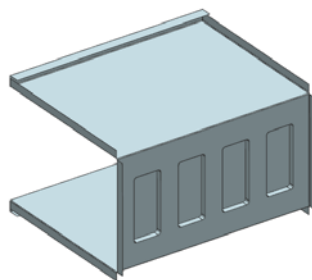

图 11-209 创建其他 3 个凹坑
(6) 同理，创建其他三个凹坑，凹坑之间的间距为 32.3，如图 11-209 所示。